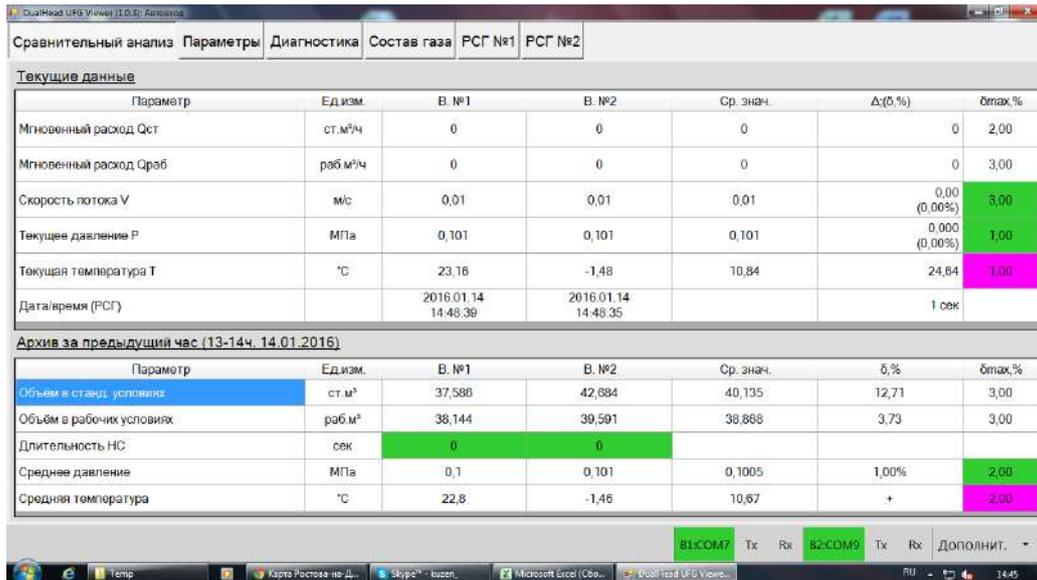

Рисунок 2.6
2.8.5.2 Раздел «Сравнительный анализ» предназначен для анализа и сличения данных, поступающих с вычислителей № 1 и № 2 (рисунок 2.6).